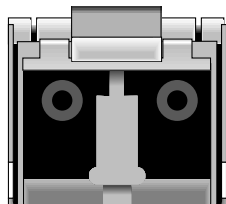

FIGURE 5-6 Connecteur duplex à l'extrémité d'un SFP
2. Branchez l'une des extrémités d'un câble Fibre Channel au connecteur duplex situé à l'extrémité du SFP, comme indiqué à la FIGURE 5-6.